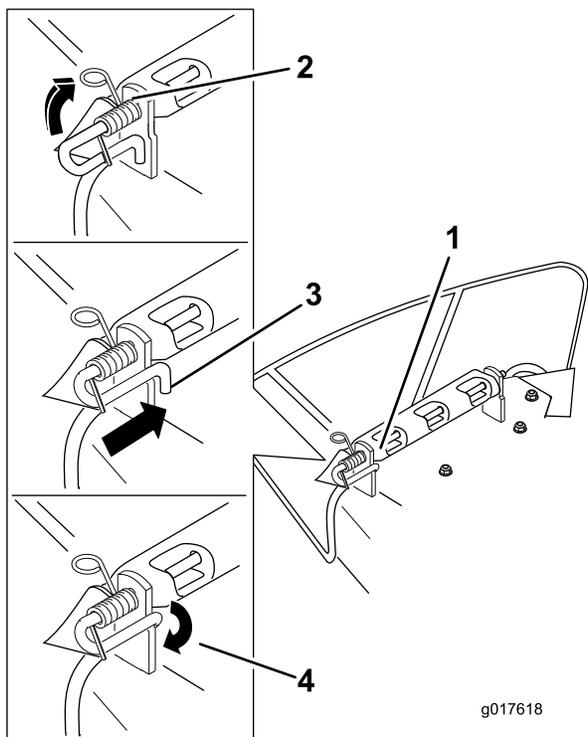

Figure 60
3. Positionnez le nouveau déflecteur d'éjection en plaçant les extrémités du support entre les supports soudés du tablier, comme illustré à la Figure 60.
6. Soulevez le côté avec la boucle du ressort et placez-le dans le cran du support de déflecteur (Figure 60).
7. Fixez l'ensemble tige et ressort en le tournant de sorte à pouvoir placer l'extrémité courte de la tige derrière le support avant soudé au tablier de coupe (Figure 60).